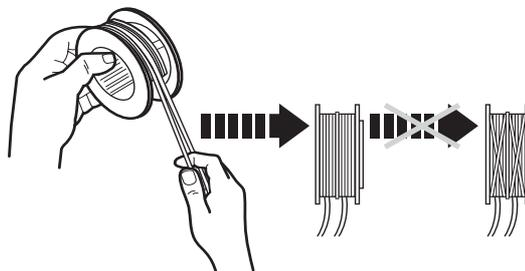

Fig. 16d
- 2). Enroulez solidement chacune des deux moitiés du fil autour de la bobine dans le sens des aiguilles d'une montre. Chaque moitié du fil doit être sur une des deux moitiés de la bobine délimitées par le guide (fig. 16d).